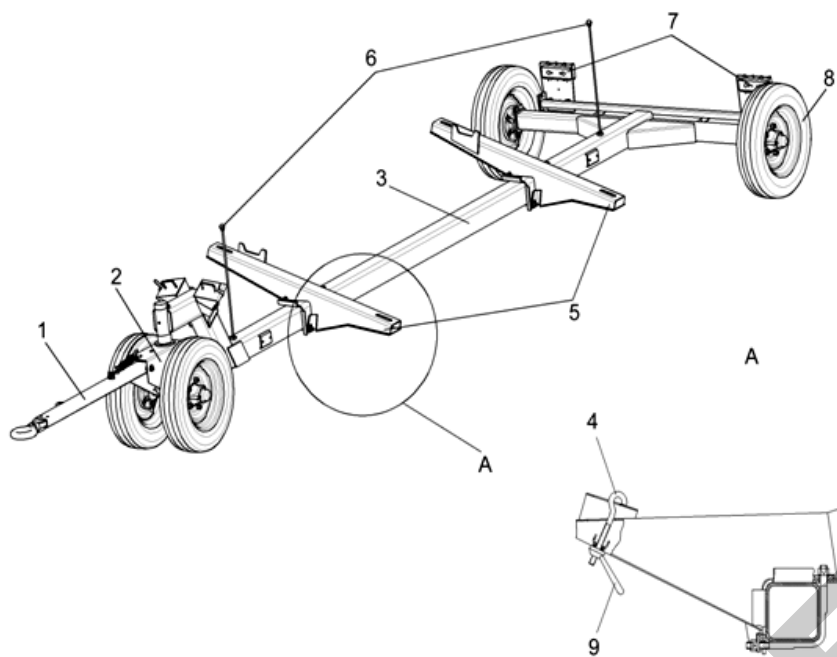

Рис. 4. Тележка транспортная:
2) расфиксировать четыре зацепа 4 (рис. 4) тележки, отвернув зажимы 9. Снять зацепы 4 со скоб на жатке и утопить во внутрь лонжеронов 5;